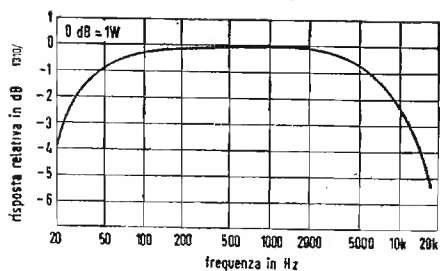
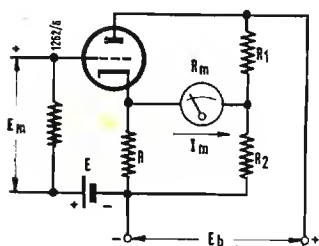

Fig. 3 - Curva di risposta dell'amplificatore « Hi-Fi ».
Fig. 2 - Voltmetro elettronico a resistenza di carico nel circuito catodico e compensazione tramite resistenza.
Fig. 2 - Circuito di un amplificatore « Hi-Fi » di tipo economico $C_1 = 250 \mu\text{F}$, elettrolitico, 150 V; $C_2 - C_3 = 40 \mu\text{F}$, elettrolitico, 150 V; $C_4 - C_5 - C_{10} = 0,01 \mu\text{F}$ carta; $C_6 - C_7 = 0,005 \mu\text{F}$ carta; $C_8 = 0,001 \mu\text{F}$ carta; $C_9 = 25 \mu\text{F}$, elettrolitico, 10 V; $C_{11} = 0,082 \mu\text{F}$ carta; $C_{12} = 0,03 \mu\text{F}$ carta; $C_{13} = 0,02 \mu\text{F}$ carta; F = fusibile 3 A; J = entrata schermata per pick-up a cristallo o ceramico ad alta impedenza; $R_1 = 5,6 \Omega \cdot 10 \text{ W}$; $R_2 = 1200 \Omega$, 2 W; $R_3 = 22 \Omega$; $R_4 - R_5 =$ regol. tono 2 M Ω ; $R_6 = 180000 \Omega$; $R_7 = 220000 \Omega$; $R_7 - R_{11} = 47000 \Omega$; $R_8 = 120000 \Omega$; $R_{10} - R_{12} = 10000 \Omega$; $R_{11} - R_{13} = 56 \Omega$; $R_{14} - R_{15} - R_{17} = 470000 \Omega$; $R_{16} =$ regol. volume 1,5 M Ω con prese a 250.000 e 500.000 Ω ; $R_{18} = 68 \Omega$; $R_{19} = 2700 \Omega$; $R_{20} = 12000 \Omega$; $R_{21} = 100000 \Omega$; $R_{22} = 5600 \Omega$; $R_{23} = 3,9 \text{ M}\Omega$; $R_{24} = 23 \Omega$, 1 W; T = trasformatore d'uscita, impedenza prim. da placca a placca 6000 Ω , impedenza sec. adattata al carico. Nota: I punti YY servono per il collegamento dei filamenti del secondo canale stereofonico non rappresentato. Se non altrimenti specificato tutte le resistenze devono essere per 0,5 W ed i condensatori per 400 V.
La fig. 2 rappresenta il circuito di un amplificatore « Hi-Fi » che impiega nello stadio finale in push-pull due valvole 50EH5 funzionanti in classe AB₁. Nonostante che esso sia stato progettato come un complesso stereofonico si è rappresentato per semplicità uno solo dei due canali, per il secondo canale si vedono solo i collegamenti dei filamenti. Nel funzionamento in stereofonia le regolazioni del volume e del tono (alti e bassi separatamente) avvengono con le stesse manopole nei due canali. Il punto + B del circuito è comune ai due canali perciò l'interruttore, il fusibile, il rad-drizzatore, il condensatore C₁ del filtro e la resistenza R₁ in serie servono per ambedue i canali. A partire dalla resistenza R₂ il secondo canale ha l'alimentazione identica a quella del primo. Per ragioni di sicurezza il condensatore C₁₀ può essere usato solo in un canale, nel secondo canale lo schermo deve essere collegato direttamente alla massa. La sensibilità dell'amplificatore è di 250 mV in entrata per 2,5 W in uscita. Perciò esso può essere usato con le teste fonografiche stereofoniche, che hanno una tensione in uscita per ogni canale un po' minore di quella di una testa monofonica, oppure con quasi tutte le teste in cristallo e in ceramica. Nella fig. 3 si vede la curva di risposta dell'amplificatore in funzione della fre-
2. Tubo in cui la resistenza di carico si trova nel circuito del catodo, l'equilibratura del ponte si effettua tramite una resistenza (fig. 2);